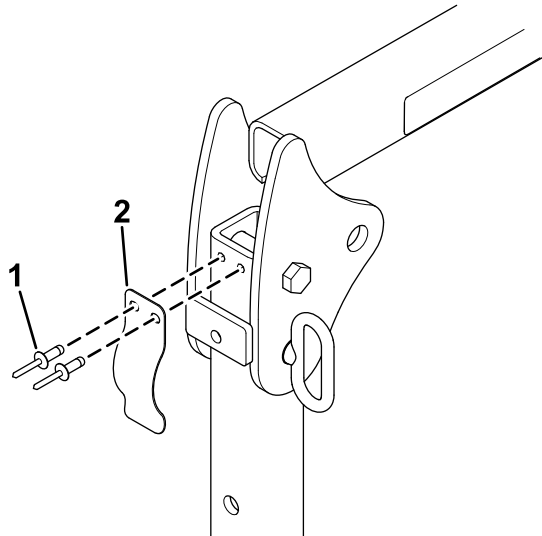

Bild 22
- Entfernen Sie bei abgesenktem Überrollbügel die geräuschkämpfende Blattfeder (Bild 22) von jeder Seite des Überrollbügels.